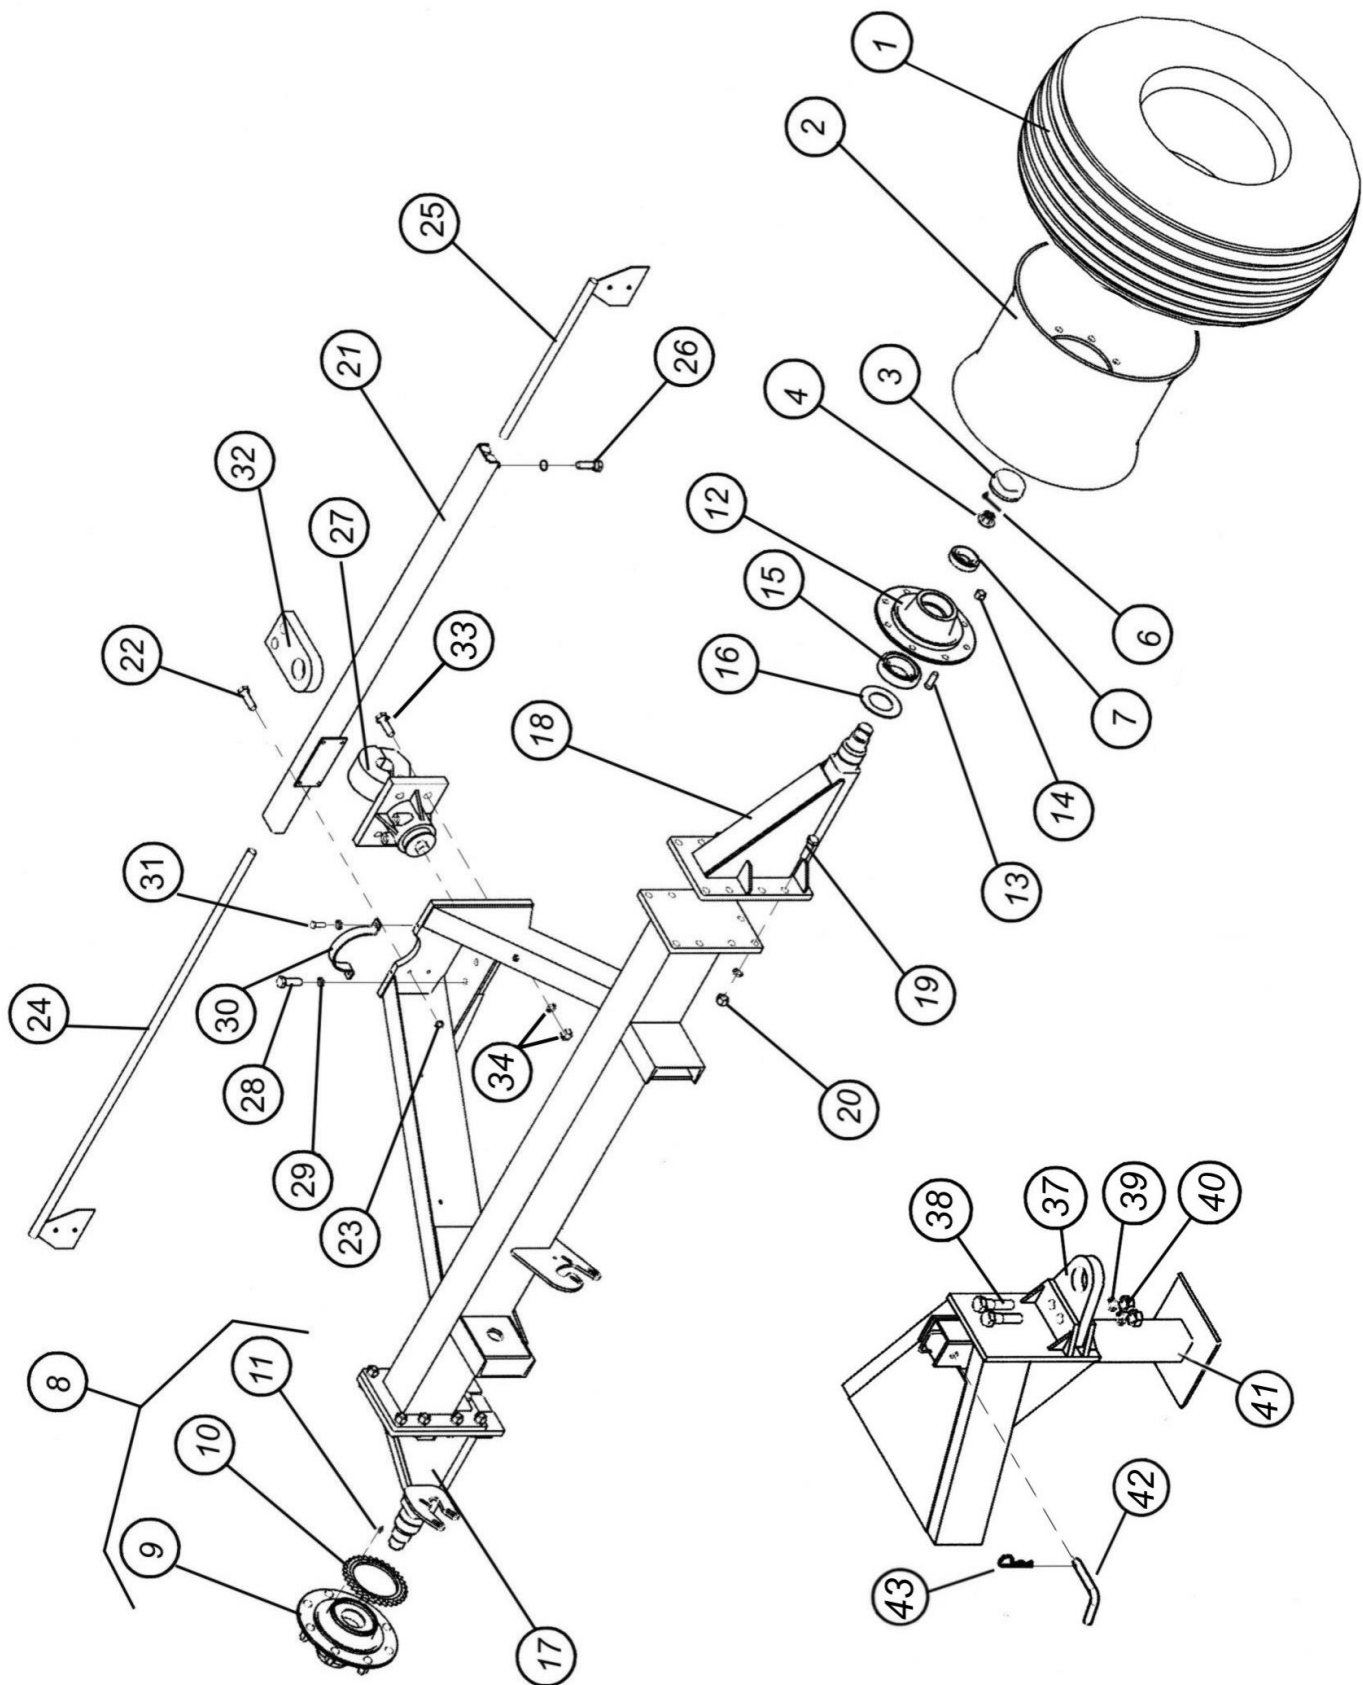

Рис. 5.1.1 Ось одноосного бункера V=6.5м³
5.1.1. Закрепите правую и левую полуоси (цапфы) 17 и 19 на оси бункера болтами 19 (M20x65), гайками и шайбами пружинными 20, по 9 штук с каждой стороны (см. рис. 5.1.1). Полуось с кронштейном для крепления вала электромагнитной муфты крепится справа по ходу движения.